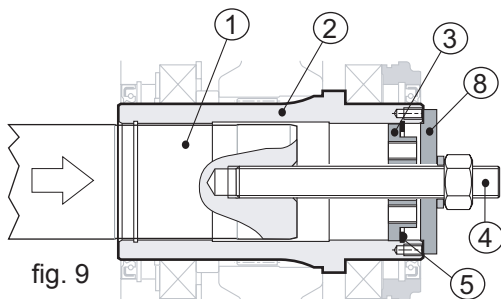

fig. 9
Alinear lo más exactamente posible el eje hembra del reductor (pos. 2) con el eje macho de la máquina (pos. 1) y acoplar los dos ejes tras alinear la lengüeta. El acoplamiento se ha de efectuar sin forzar excesivamente los componentes. Comprobar que el eje hembra del reductor toque el de la máquina usando una barra roscada (pos. 4) de dimensiones adecuadas. Luego, introducir en su alojamiento primero la placa de fondo (pos. 3) y, luego, el anillo Seeger para internos (pos. 5); a continuación, enroscar la tuerca de la barra roscada para poner en contacto los dos ejes (véase fig. 9).